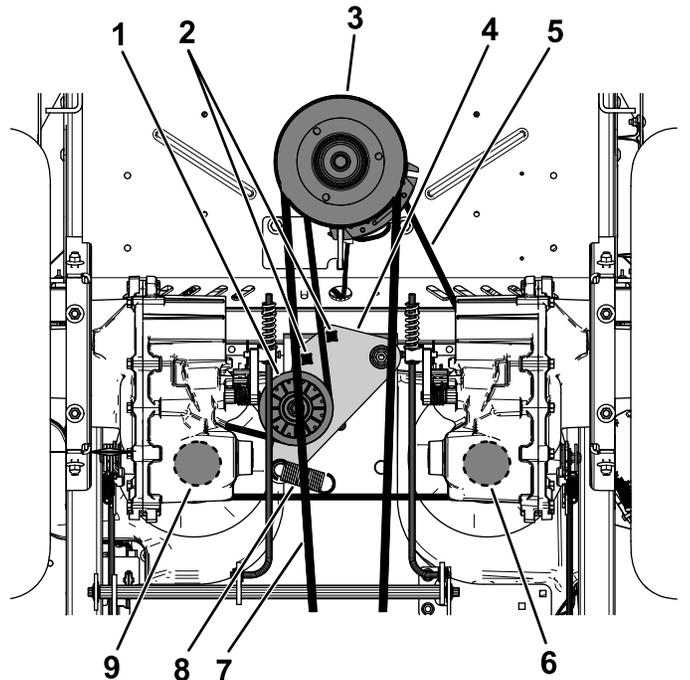

Bild 60
5. Verwenden Sie eine ½"-Ratschen oder -Brechstange in einem der quadratischen Löcher im Spannrollenarm, um die Spannung der Spannrollenfeder (Bild 60) zu lösen.
6. Ziehen Sie den vorhandenen Riemen von der Umlenkrolle, den beiden Riemenscheiben für den Hydraulikpumpenantrieb und der Motorriemenscheibe (Bild 60).
7. Ziehen Sie den neuen Riemen um die Motorriemenscheibe und um die beiden Riemenscheiben der Hydraulikpumpe (Bild 60).